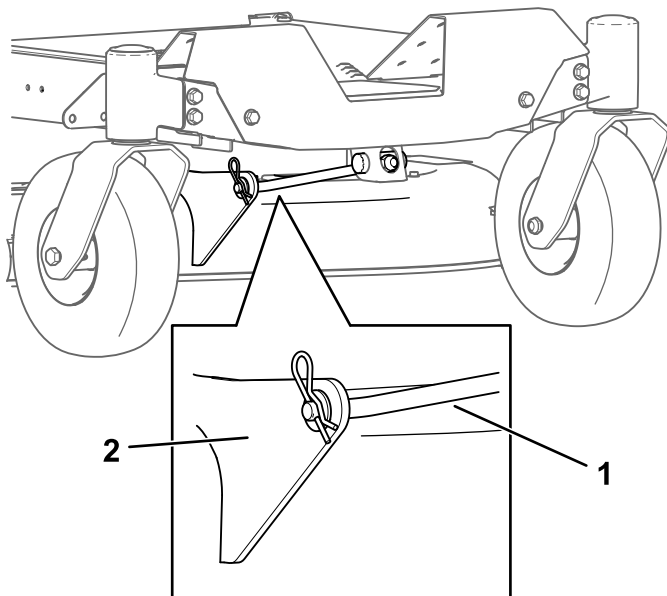

Figure 64
4. Retirez la goupille fendue de la tige de support avant et déposez la tige du support de tablier (Figure 64).
- Fixez la tige de support avant au tablier de coupe à l'aide de l'axe de chape et de la goupille fendue (Figure 64).